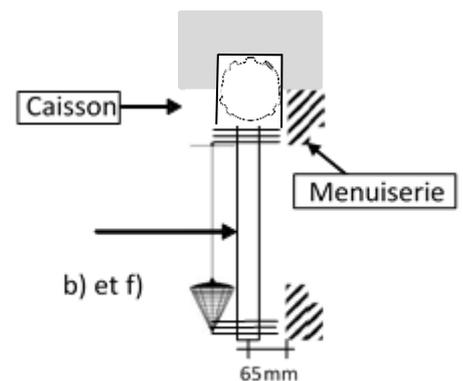

Figure 2
- b) Vérifier l'aplomb frontal de la coulisse de droite (Figure 2). Le repérer par traçage
- f) Vérifier l'aplomb frontal de la coulisse de gauche (figure 2). Le repérer par traçage